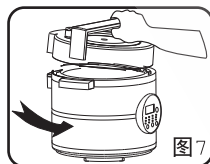

图7
- 3) 手握煲盖手柄，平放至限位边，然后逆时针旋转煲盖至扣合位置，并听到扣合声。(见图7，图8)